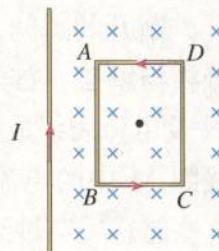

图4.3-5 线圈附近磁场的特点是左边强、右边弱。
**分析与解答** 选择矩形线圈为研究对象,画出载流直导线一侧的磁感线分布图(图4.3-5),磁感线方向垂直纸面向里,用“×”表示。